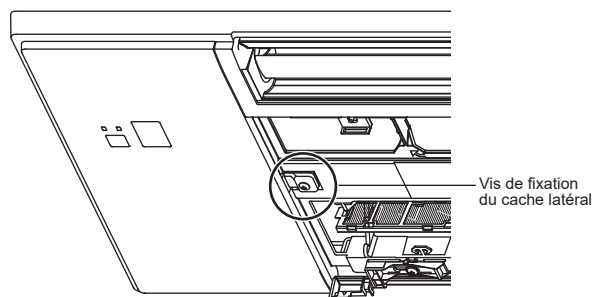

Fig. 9
11. Fixez les caches latéraux G/D à l'aide des vis de fixation déposées à l'étape 2. (Fig. 9)